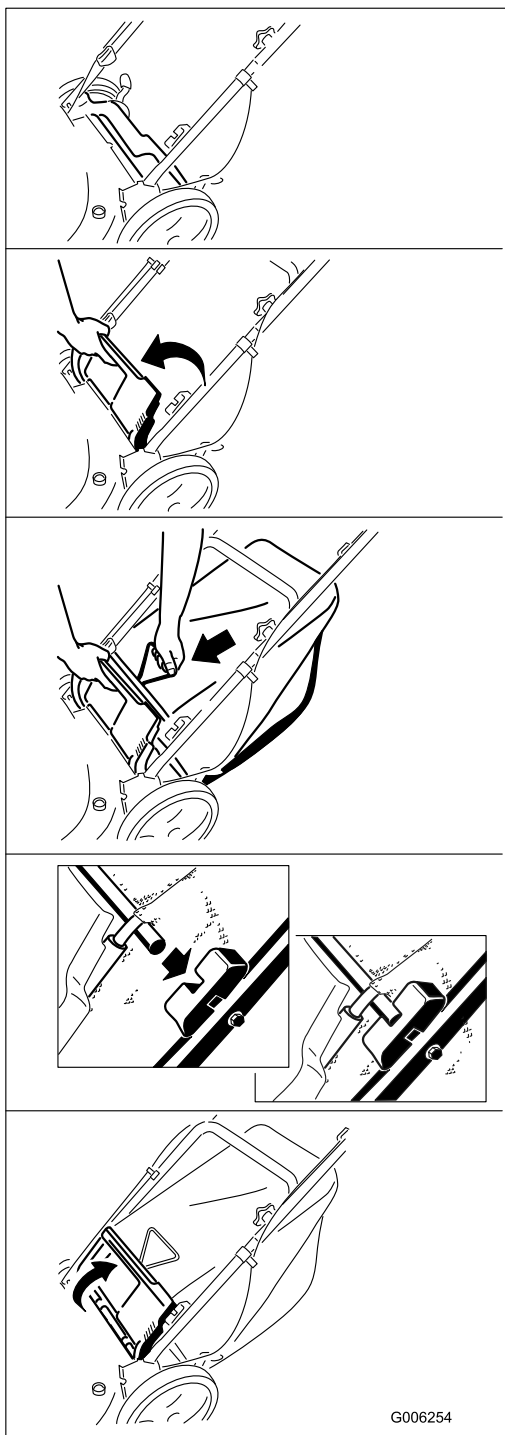

Figura 19
2. Montate il cesto di raccolta (Figura 19).